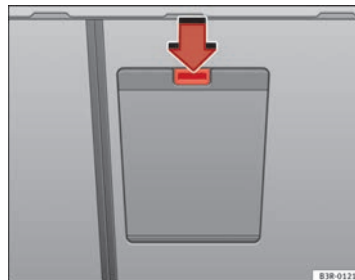

Abb. 117 Ausschnitt der Rücksitzbank von hinten: Deckel der Durchladesackeinstellung
- Drücken Sie die Entriegelungstaste für den Deckel des Durchladesacks ⇒ **Abb. 117** -Pfeil- und schwenken Sie ihn nach unten.